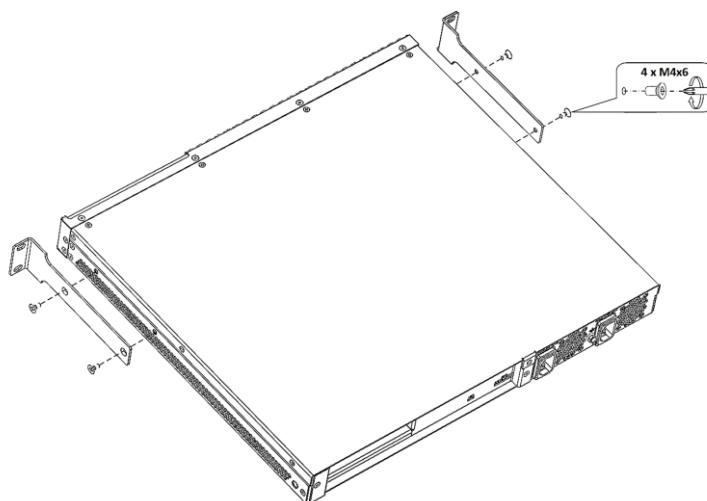

Рисунок 23 – Крепление кронштейнов из комплекта для монтажа в стойку
- прикрепите кронштейны винтами к корпусу с помощью отвертки (рисунок 23).